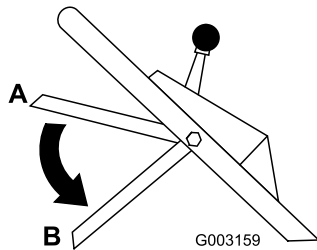

Bild 17
10. Lassen Sie den Schaltbügel los; siehe B-Stellung in Bild 17). Jetzt müssen Sie einen lauten Knall hören. Das Messer muss innerhalb von drei Sekunden zum Stillstand kommen.
2. Bewegen Sie den Schaltbügel in die niedrigste Stellung (B-Stellung in Bild 17).